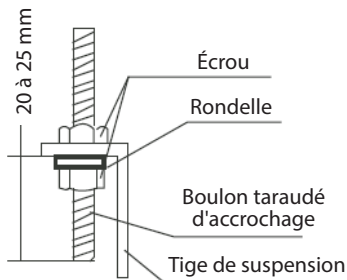

Fig. 15 — Repérage de la tige de suspension
3. Repérez la tige de suspension sur le boulon taraudé d'accrochage. (consultez la figure 15).